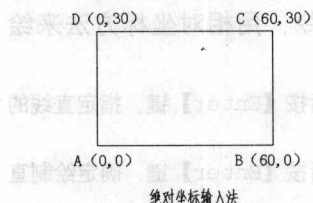

图 1-8 用绝对坐标绘制的矩形
(1) 单击工具栏中的【直线】命令，根据命令行的提示，用绝对坐标绘制矩形时，要依次定出 ABCD 4 个顶点，具体图形如图 1-8 所示。